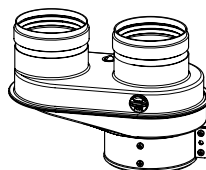
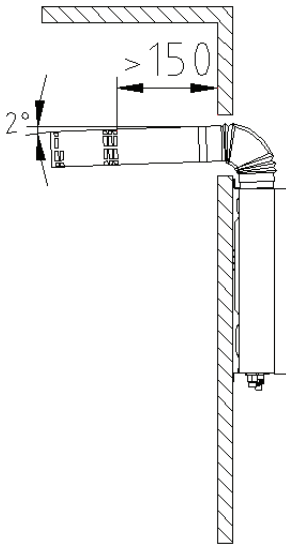

Figura 5.10
Figura 5.12
1. L'apparecchio è predisposto per l'allacciamento ad un sistema di aspirazione e scarico fumi coassiale 60/100. Per utilizzare tipologie di scarico sdoppiato 80/80 è necessario l'apposito adattatore (Figura 5.10). Se il tubo di scarico è troppo corto è possibile provvedere a una prolunga (Figura 5.11 e Figura 5.12). Controllare il tubo di scarico ogni sei mesi per escludere perdite o danni.
essere inclinato verso il basso di 2° (Figura 5.12) in modo da lasciar fuoriuscire l'acqua di condensa.